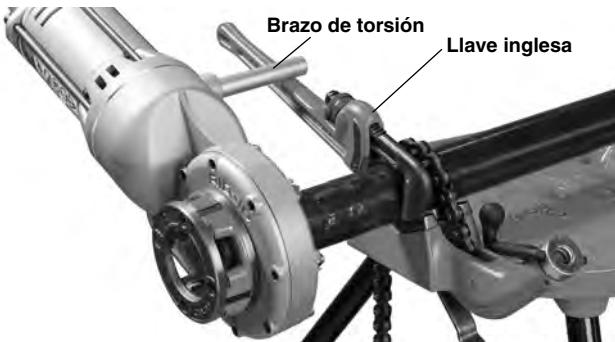

Figura 7 – Uso de una llave inglesa como brazo de soporte para el roscado
2. Coloque la llave inglesa RIDGID de 12", 14" o 18", de trabajo pesado, a unas 7" (175 mm) del extremo del tubo (vea la *Figura 7*). Pruebe para confirmar que la llave inglesa está fija y que no se pueda mover ni caer.